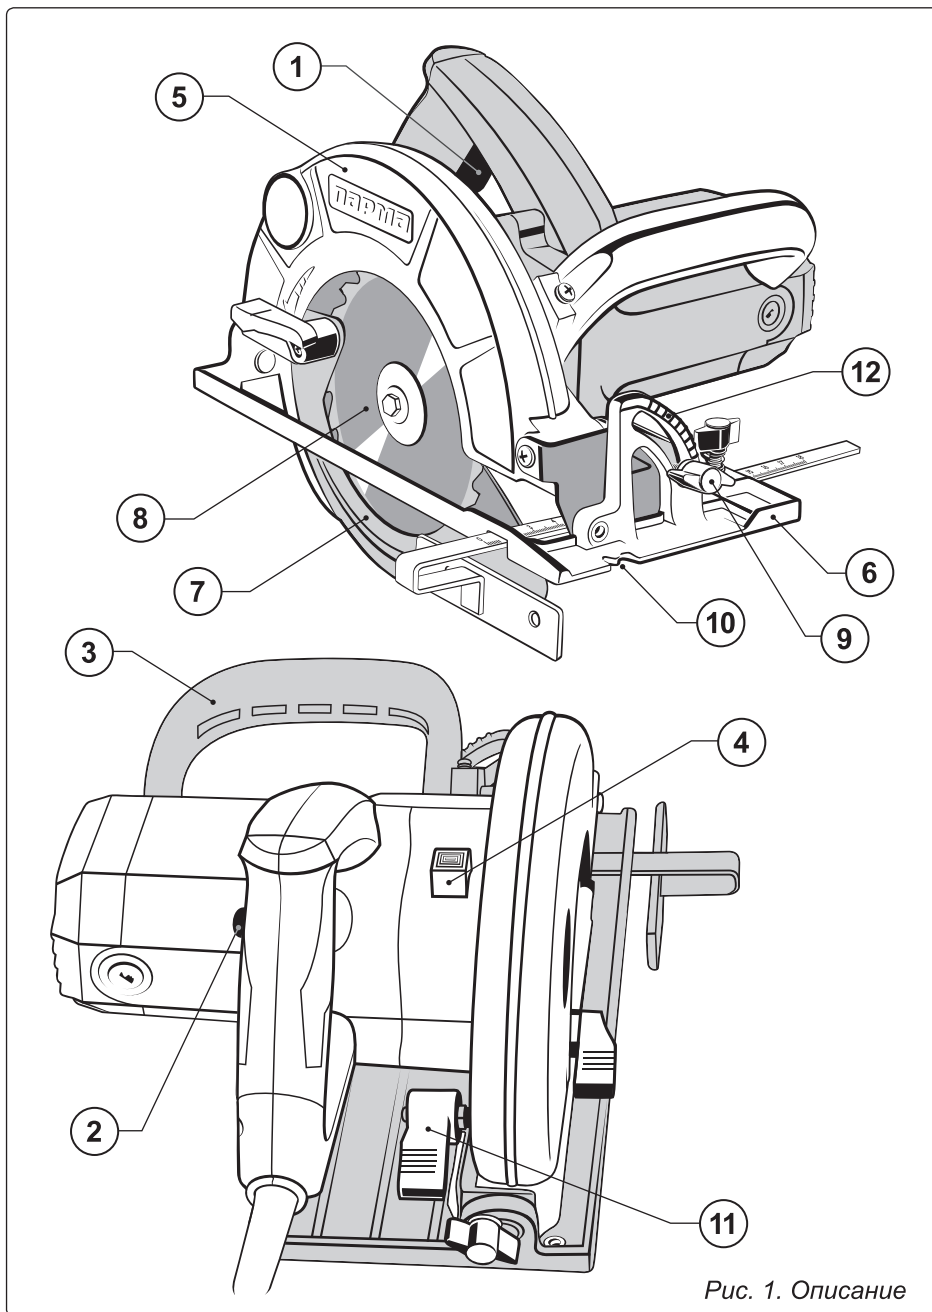

Рис. 1. Описание
3. УСТРОЙСТВО ЭЛЕКТРОПИЛЫ (рис. 1)
Для установки или замены пильного диска отведите и зафиксируйте кожух защитный 6 (рис. 2). Застопорите шпиндель фиксатором 8 (рис. 1), удерживая фиксатор, открутите ключом специальным болт крепления диска. Снимите прижимную шайбу. Установите или замените диск пильный на посадочное место фланца внутреннего. Убедитесь, что диск установлен правильно (направление передних плоскостей напаек пильного диска должно совпадать с направлением стрелок на кожухах верхнем и нижнем). Установите прижимную шайбу и закрепите болтом при помощи ключа специального.
Для установки необходимой глубины пропила ослабьте рычаг 11 (рис.1), приподнимая или опуская электропилу относительно основания, установите необходимую глубину пропила. Надежно зафиксируйте это положение рычагом 11.